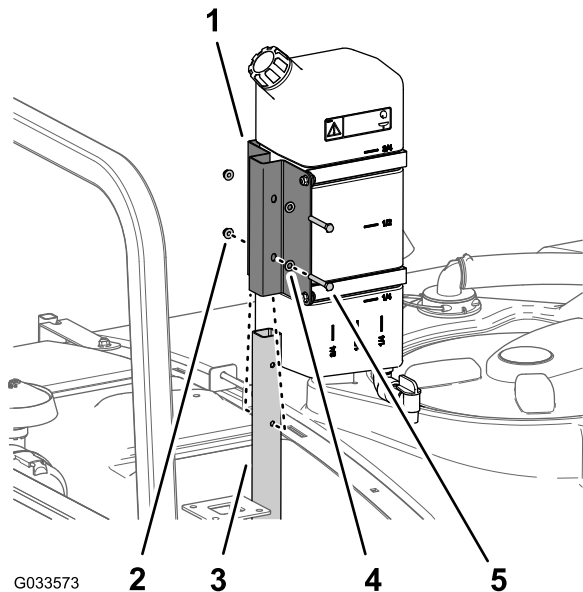

Figure 47
- 1. Fixez le réservoir d'eau douce et son support sur le tube de support à l'aide des 2 boulons (5/16" x 2¼") et des 2 contre-écrous à embase (5/16"), comme montré à la Figure 47.